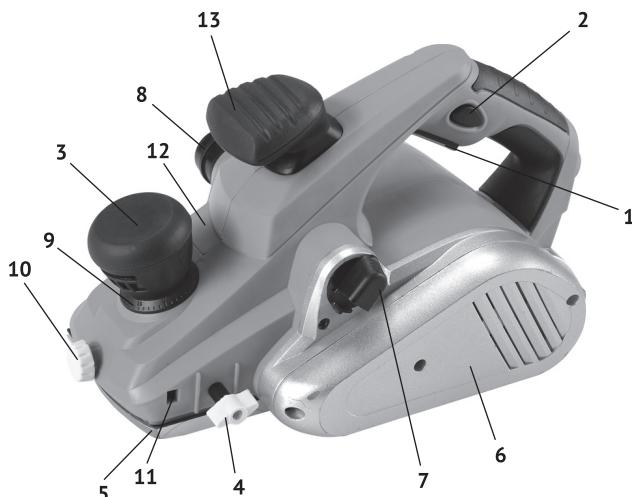
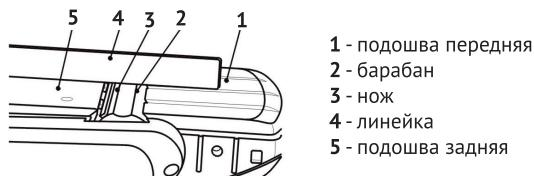

рис. 1
рис.4
1.1 Ручной электрический рубанок (далее по тексту – рубанок) предназначен для строгания пиломатериалов из древесины различных пород. Три V – образных канавки на рабочей поверхности передней подошвы (рис.1 поз.5), позволяют производить снятие фасок при изготовлении элементов деревянных конструкций.
Внешний вид рубанка представлен на рис.1
1.7 Механизм рубанка расположен в пластиковом корпусе (рис.1 поз.12), закреплённом на нерегулируемой подошве. Крутящий момент с якоря электродвигателя, поликлиновым ремнём передаётся на барабан. На барабане рубанка крепятся два ножа. Ножи – основной рабочий инструмент рубанка.
Отвод стружки производится через патрубок пылеотвода (рис.1 поз.8), к которому крепится пылесборник или подключается промышленный пылесос.
1.8 Клавиша выключателя (рис.1 поз.1) расположена в нижней части рукоятки.
Во избежание самопроизвольного включения инструмента, выключатель снабжён блокировкой клавиши (кнопка блокировки, рис.1 поз.2, расположена на левой части рукоятки). Включение рубанка, осуществляется нажатием на клавишу выключателя пальцами ладони, после нажатия и удержания кнопки
1.9 Ручкой (рис.1 поз.3) регулируется глубина строгания. Поворотом ручки по часовой стрелке увеличивается глубина строгания в интервале от 0 до 3,5 мм (разметка шкалы с шагом 0,1 мм). Глубина строгания за один проход устанавливается совмещением нужного значения на шкале (рис.1 поз.9) со стрелкой на корпусе рубанка.
- вращением ручки (рис.1 поз.3) установить необходимую глубину строгания. Максимальную глубину (2,0-3,0 мм) следует устанавливать для обработки дерева мягких пород и черновой (обдирочной) обработке. Для окончательной (чистовой) обработки, выставляется небольшая (около 0,2 - 0,3 мм) глубина строгания;
- снятие фаски осуществляется перемещением рубанка по обрабатываемому углу заготовки, с использованием V-образных пазов в регулируемой подошве (рис.1 поз.5);
- при обработке широких заготовок рекомендуется установить параллельный упор в отверстие (рис.1 поз.11) справа или слева. Упор, позволит (при ровном крае заготовки) сострогать точно выставленную полосу от края заготовки.
Для проведения строгания с выборкой четверти, на переднюю часть рубанка (над регулируемой подошвой) необходимо закрепить в отверстие крепления (рис.1 поз.11) параллельный упор. Сбоку к корпусу рубанка (справа или слева) крепится (винтом рис.1 поз.4) уголок ограничения глубины выборки, имеющий метрическую и дюймовую разметку по глубине выборки. По параллельному упору выставляется необходимая ширина выборки. По разметке на уголке, его подошва поднимается на необходимую глубину выборки четверти.
- снять крышку ремённой передачи (рис.1 поз.6) открутив 3-и крепёжных винта;
- вращая ручку-регулятор глубины строгания (рис.1 поз.3), установите переднюю регулируемую подошву (рис.4 поз.1) на одном уровне с задней подошвой (рис.4 поз.5);
- установите сборку (нож с пластиной) в барабан (рис.4 поз.2) так, чтобы загиб прижимной пластины вошёл в паз ножевого барабана;
- положите на подошвы рубанка плоский брускок (торец металлической линейки рис.4 поз.4);